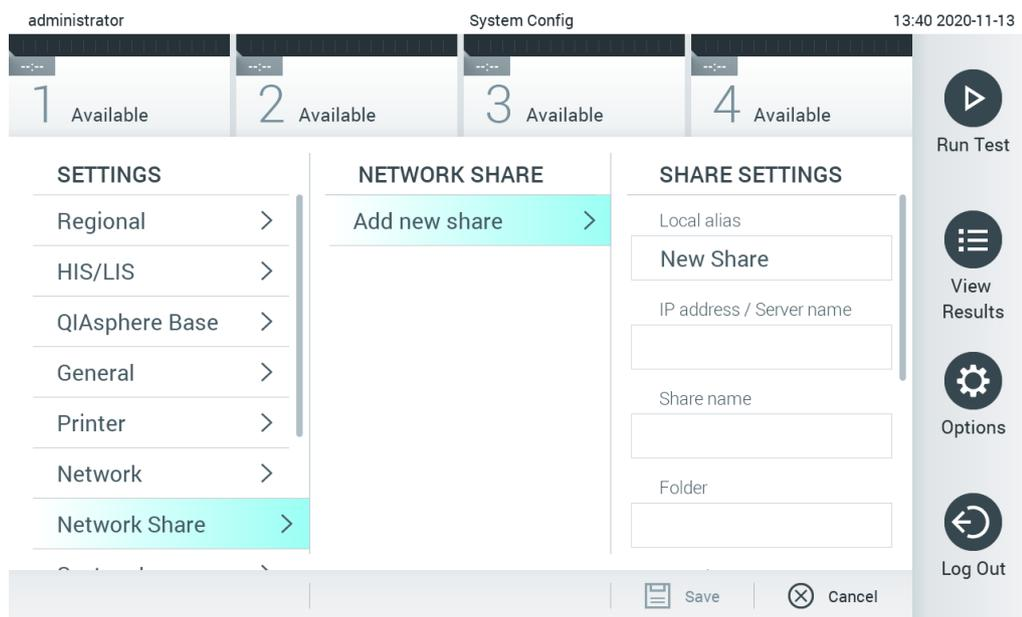

図 75.ネットワーク共有を追加
3. Add new share（新しい共有追加）ボタンを押します（図 75）。